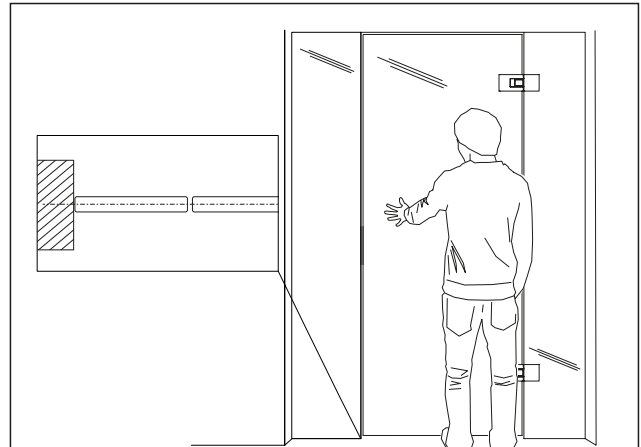

Abb. 31 Ideale Nulllage vom Glastürflügel zum Seitenteil
2. Den Glastürflügel in die ideale Nulllage bringen (Abb. 31).